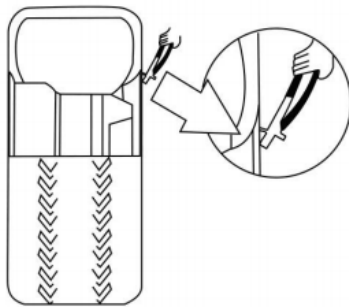

Abb.15
- Entfernen Sie alle Fremdkörper und Gewichte von der Felge (siehe Abb.15).